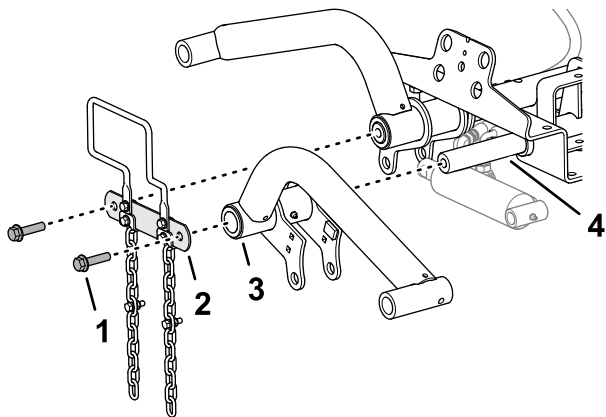

Bild 11
1. Montieren Sie die Hubarme auf die Hubarm-Gelenkwellen, wie in Bild 11 dargestellt.
2. Befestigen Sie die Gelenkwellenverbindung mit den beiden Bundkopfschrauben (1/2" x 2"), die Sie in Vorbereiten des Einbaus der Hubarme \(Seite 16\) entfernt haben, an den Gelenkwellen der Hubarme (Bild 11).